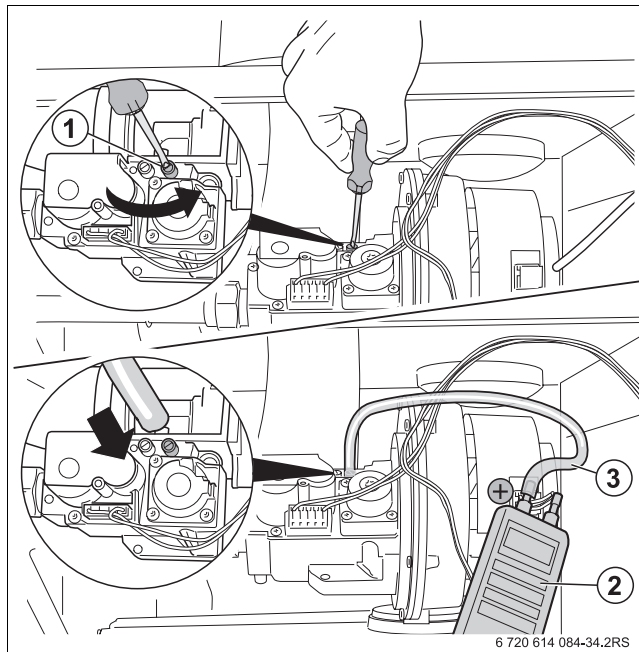

Fig. 41 Măsurarea raportului între gaz și aer la ZBR 65-2
- la gaze naturale min. 18 mbar, max. 25 mbar. La măsurarea de la [1] (→ fig. 41, pagina 40) presiunea de racordare trebuie să fie de 13 mbar.